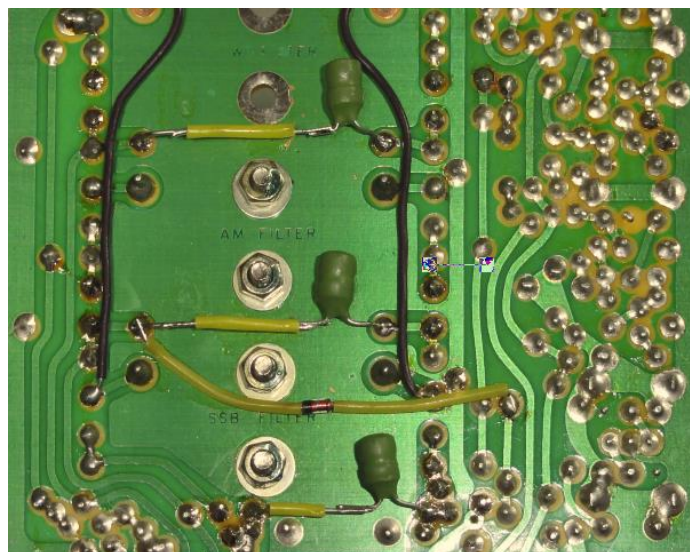

Abbildung 3
- Nehmen Sie die 3 Drosselspulen und löten Sie, gemäss Abbildung 3, auf der Rückseite der Platine PB-1435E an den Positionen der vorher entnommenen Widerstände R315, R316 und R323 ein.